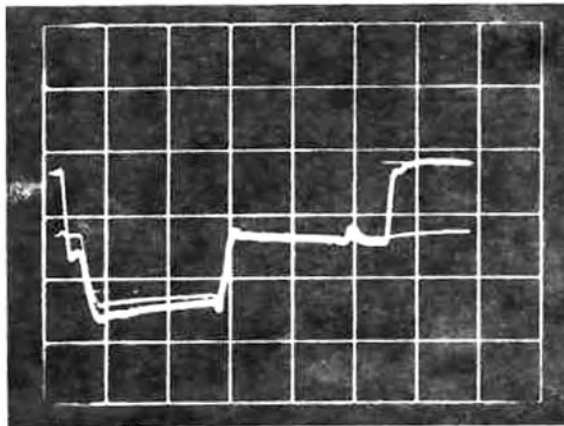

Fig.11 Signal vidéo sur le clamp
- Relier l'entrée A du 90° sur le point d'injection vidéo du clamp (fig 11)